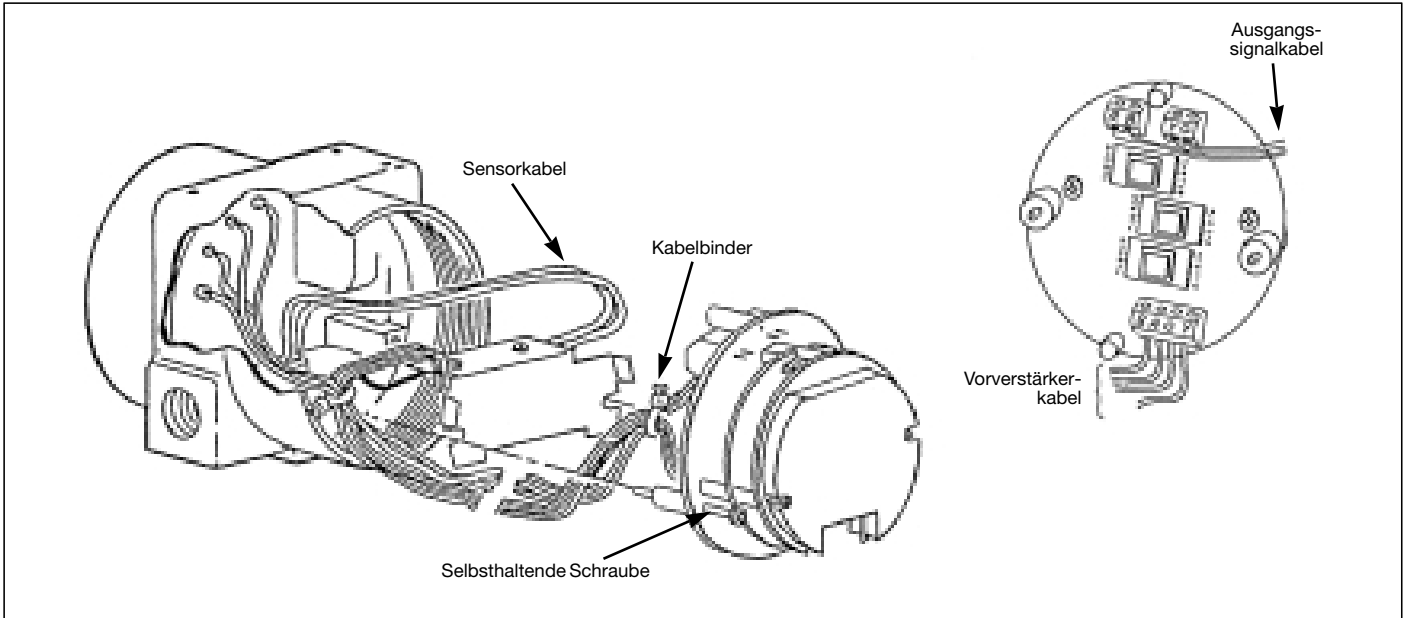

Abbildung 18. Anschlüsse der elektronischen Baueinheit – VFM 3100 mit erweitertem Temperaturbereich
- Bei VFM 3100 mit getrennt montierter Elektronik alle vier Kabel des Vorverstärkers vom Klemmenblock abklemmen. Siehe Abbildung 18.
- Die elektronische Baueinheit soweit aus dem Gehäuse herausziehen, daß die vier Vorverstärkerkabel (braun/rot/orange/gelbes Kabel) am Klemmenblock an der elektronischen Baueinheit und die vier Signalkabel (rot-blau, gelb-grün) abgeklemmt werden können. Siehe Abbildung 18.
- Siehe Abbildung 18. Vorverstärkerkabel (braun/rot/orange/gelb) am farbcodierten Kabelanschlußblock auf der Rückseite der elektronischen Baueinheit anschließen. Bei einer CENELEC-
- Schraubdeckel des Elektronikgehäuses (gegenüber der Feldklemmenseite) abnehmen und die elektronische Baueinheit weiter wie auf Seite 32 beschrieben ausbauen. Braunes, rotes, orange-farbenes und gelbes Vorverstärkerkabel abklemmen. Siehe Abbildung 18. Der Anzeiger, falls vorhanden, braucht nicht ausgebaut zu werden.
- Vor dem Einbau des Vorverstärkers im Gehäuse die Haltetaschen des Metallschirms leicht nach außen drücken, damit ein fester Sitz gegen die Gehäusewände gewährleistet ist. Siehe Abbildung 18. Die beiden Montageschlitze mit den Schraubenlöchern zur Montage der elektronischen Baueinheit ausrichten.
- Vor der Montage der elektronischen Hauptbaueinheit im Gehäuse alle Kabel vom Vorverstärker und das Signalkabel sorgfältig zusammenlegen. Siehe Abbildung 18.